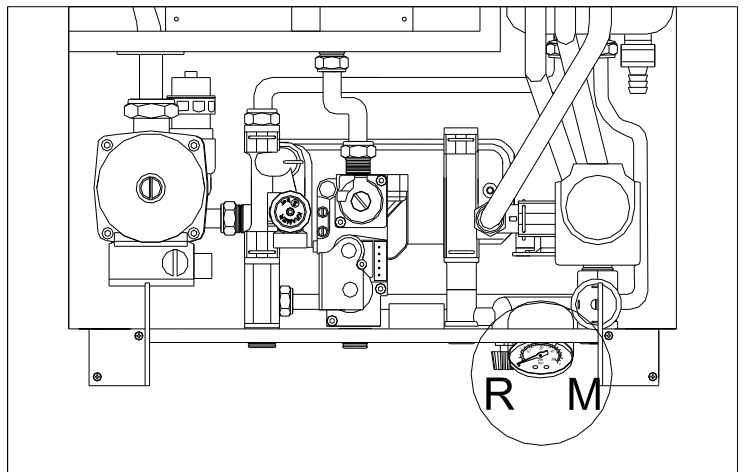

Fig. 2
- aprire il rubinetto di carico **R** (fig. 2) anche, se installate, dalle valvole automatiche di sfogo aria;
- controllare attraverso il manometro **M** (fig. 2), che la pressione dell'impianto raggiunga il valore di 1 bar e che non compare sul display del pannello comandi il codice H20 (vedi 2.7 "Pannello comandi");